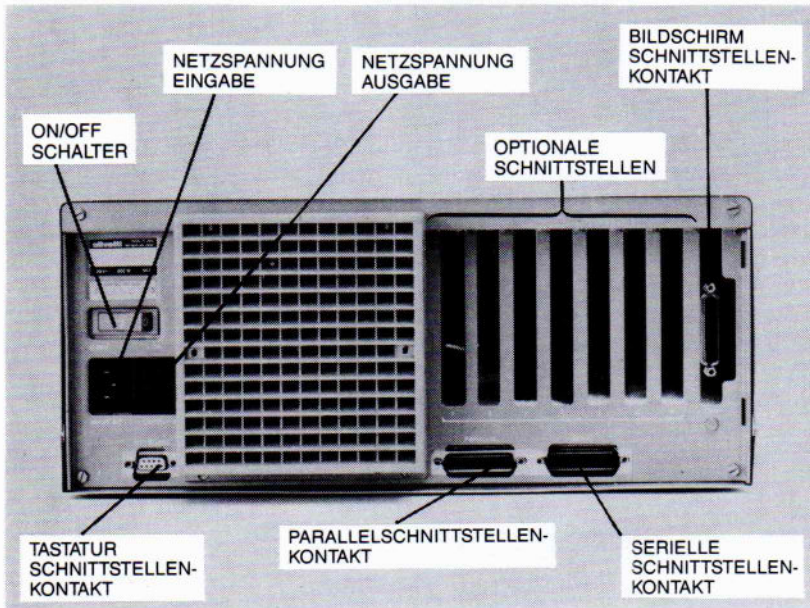

Fig. 2-2 Rückseite
Alle externen Systemkomponenten werden über einen der Anschlüsse auf der Steckleiste des Systems mit dem System verbunden. Jeder Anschluß stellt eine bestimmte Schnittstellenverbindung her, wie in Abbildung 2-2 dargestellt.
2. Nun wird der entsprechende Stecker des Spannungsversorgungskabels in den Steckkontakt für Spannungseingang auf der Rückseite des Systems gesteckt (siehe Abbildung 2-2).